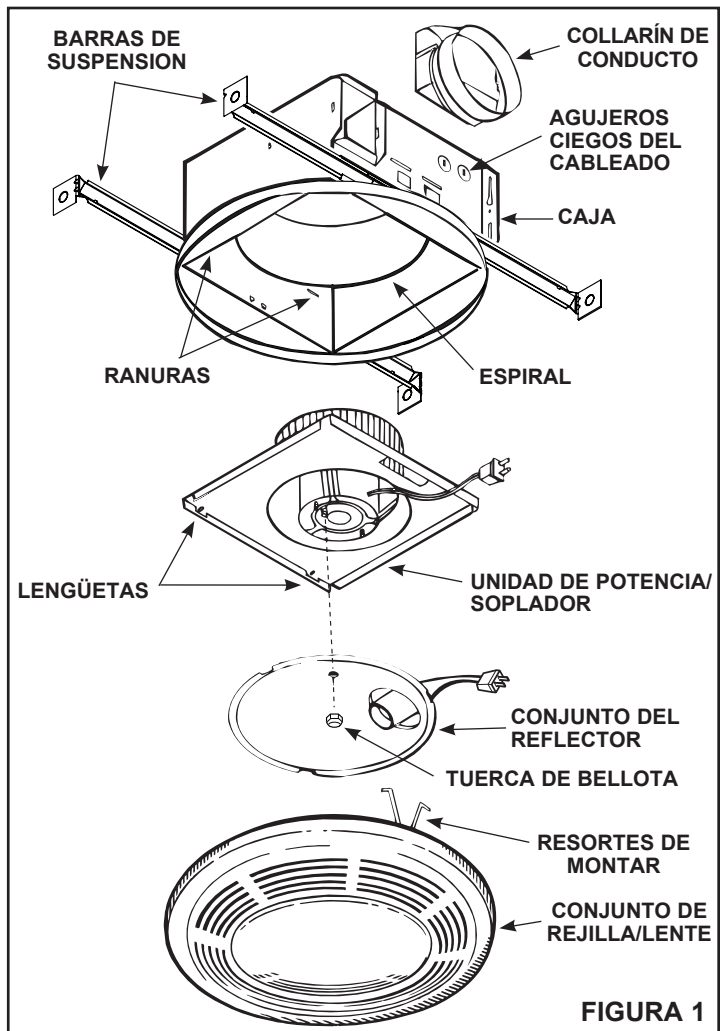

FIGURA 1
1. **Refiérase a la Figura 1.** Saque el conjunto de la unidad de potencia/soplador de la caja.
1. Refiérase a la Figura 1. Coloque la unidad de potencia/soplador en la caja para que las lengüetas de la placa de montaje se inserten en las ranuras de la caja.
4. Refiérase a la Figura 1. Saque la unidad de potencia/soplador de la caja.